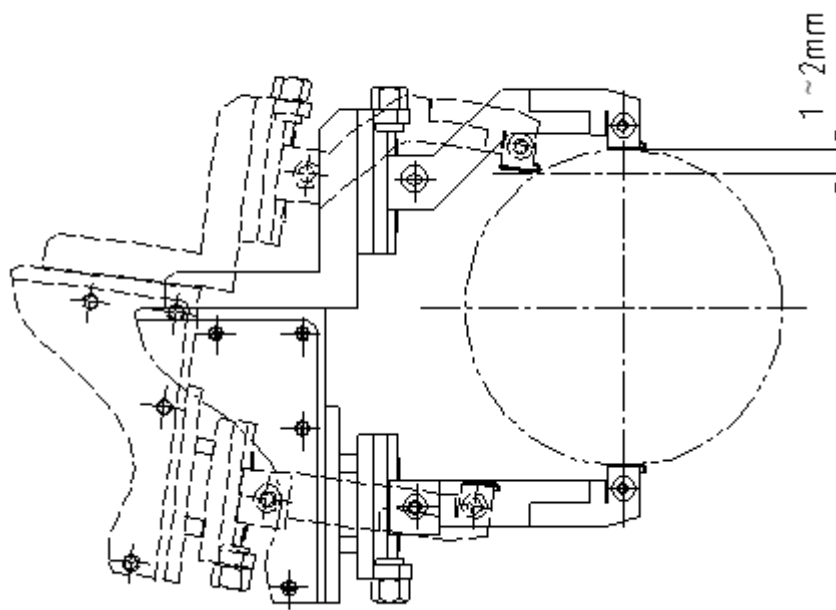

图 2
5.4.1 按图 2 所示，调整上测杆的微调螺钉，使测子与标准件接触，注意此时测子与标准件接触点最好在离最高点弦高约 1~2mm 处，把上测杆的锁紧螺钉锁紧。
按图 2 所示，调整下测杆的微调螺钉，轻微锁紧测杆（注意不要用力过大，下面还要调整），继续调整微调螺钉，观察控制仪的显示值，使其显示为“0”（或者在 $\pm 10 \mu$ 以内），然后把下测杆锁紧，锁紧后控制仪的示值可能要发生变化。